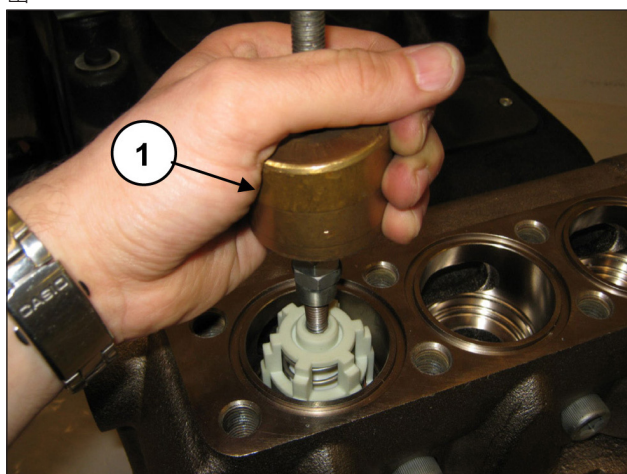

图 137
用一个锤头式提取器(代码27516400)作用在阀导承的M10孔上(位置①, 图 137)· 或者用一个M10-M16适配器(代码25089700)作用在阀导承的M16螺纹上· 将排出阀组件取出。